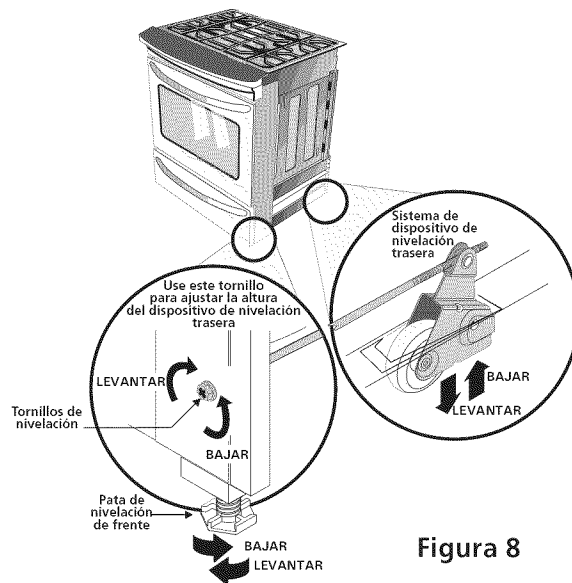

Figura 8
2. Baje el aparato, las 4 patas de nivelación alternadamente, hasta que la parte baja de la superficie de cocción repose sobre el mostrador (Figura 8).